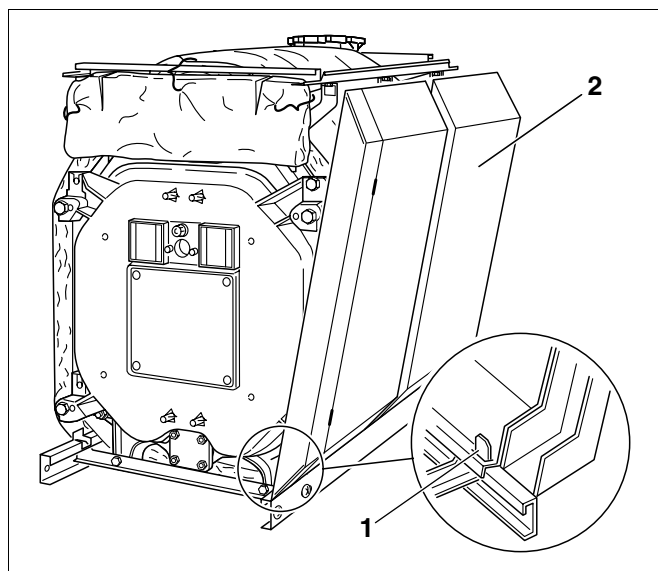

Рис. 50 Установка боковых стенок
- Передние боковые стенки (рис. 50, **поз. 2**) с левой и правой стороны котла надеть внизу на выгнутые язычки цокольных планок (рис. 50, **поз. 1**) и затем надеть их сверху на отбортовку продольных планок.